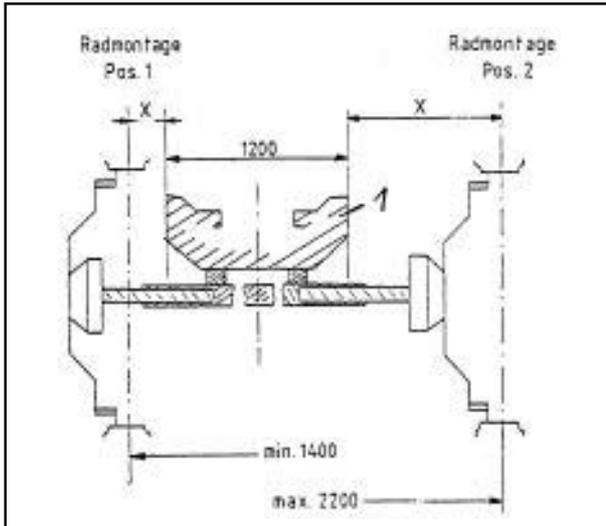

Fig. 5.11
Stufenlos von 1400 mm bis 1960 mm bei Radmontage gemäß Position 1 (Fig. 5.11).
Stufenlos von 1700 mm bis 2200 mm bei Radmontage gemäß Position 2 (Fig. 5.11).
**Bei der UG 4500 Magna ist die Spurweite durch entsprechende Radmontage (Fig. 5.11) verstellbar:**
Position 2: 2250 mm (Fig. 5.11)